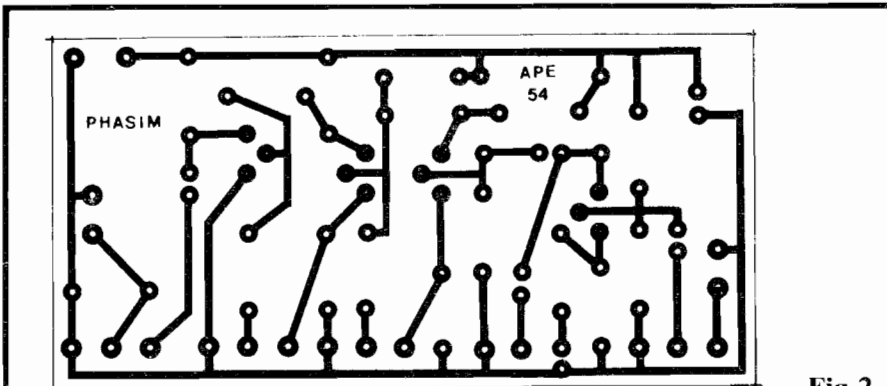

Fig.2
- FIG. 2 - LAY OUT DO CIRCUITO IMPRESSO ESPECÍFICO - O circuito, em si, é simples, com quantidade não muito elevada de componentes, e assim o arranjo de ilhas e pistas cobreadas (visto em tamanho natural, na figura...) não é complicado, nem muito "congestionado". Na escala 1:1 em que está, o padrão pode ser até diretamente "carbonado" sobre a face cobreada de uma placa de fenolite virgem, nas convenientes dimensões, facilitando o gabarito de traçagem, para posterior preenchimento das áreas com tinta ou decalques ácido-resistentes, corrosão, limpeza e furação, conforme é costume... Observem que a necessidade de vários controles, na forma de potenciômetros (inclusive um duplo...), além de (detalhes nas